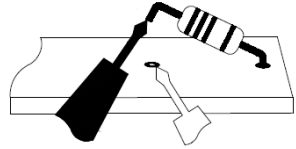
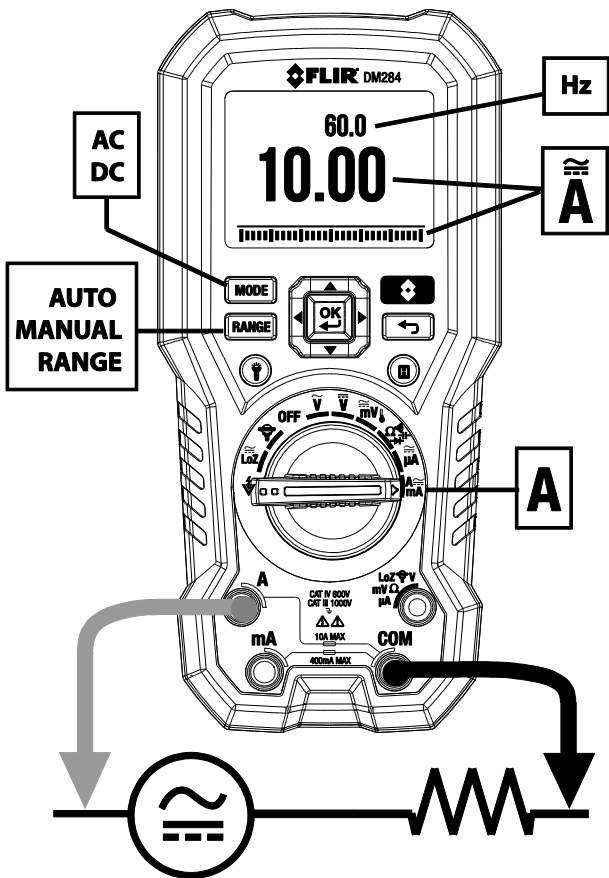

图 7-8 断接组件
图 7-9 高电流 "A" 测量
如要测量测试导线电流，请首先断开被测零件，并将测试导线与该零件进行串联，请参阅图 7-8。
4. 进行 "A" 测量时，按照图 7-8 和图 7-9 将探头导线与零件串联，进行 mA 测量和 μ A 测量时，请分别参阅图 7-10 和图 7-11。